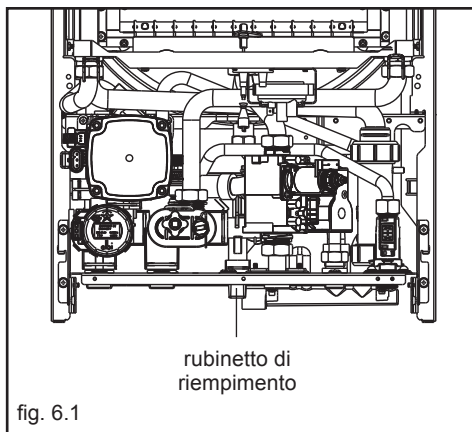

fig. 6.1
- aprire il rubinetto di riempimento (fig. 6.1) fino a che il valore di pressione sia compreso tra 1 e 1,5 bar.